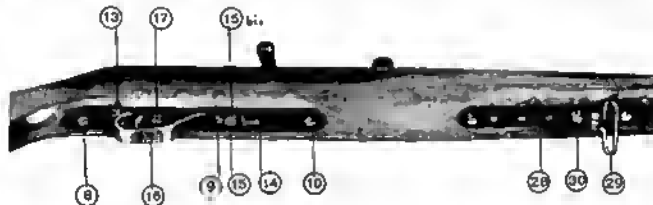

Fig. 5
**GRUPPO SERBATOIO - MOVIMENTO DI SPARO** - Il distacco della cassa di questo gruppo unitamente alla canna, si ottiene togliendo 3 viti (Fig. 5 n. 8 - 9 - 10).
**SICURA** - Agisce direttamente sul grilletto e si trova alloggiata orizzontalmente nella parte posteriore del guardamano (Fig. 5 n. 13) - presenta movimento trasversale - quando appare il cerchio rosso, il grilletto è libero per lo sparo.
**GRUPPO GUARDAMANO** - Nel guardamano sono ricavati lo spacco per l'inserimento del caricatore (Fig. 5 n. 14), lo spacco per il grilletto, il foro per il bottone gancio caricatore (Fig. 5 n. 15), i vari fori per il passaggio delle viti di ancoraggio con la scatola serbatoio.
Nell'occhio del guardamano è praticato il foro (Fig. 5 n. 16) per facilitare l'azione della vite che regola lo scatto (Fig. 5 n. 17).
Nella parte anteriore della cassa è insorta la piastra porta bretella (Fig. 5 n. 28) che permette la registrazione della maglietta (n. 29) a mezzo di 5 fori appositi. Per registrare detta maglietta è sufficiente svitare la vite d'attacco (n. 30) e fissarla al posto voluto.
**FUNZIONAMENTO DELL'ARMA** - Introdurre le cartucce nel caricatore (Tav. A n. 31) (da 5 o 10 colpi) che va quindi inserito nella finestra caricatore premendo l'apposito bottone (Fig. 5 n. 15 bis) fino ad arresto. Tirare all'indietro il manubrio dopo